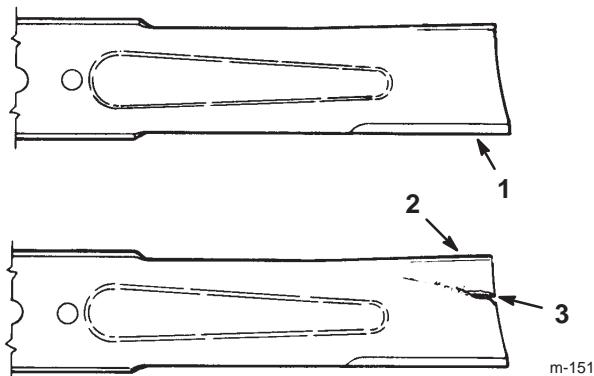

Figure 28
2. Inspectez les tranchants de la lame (Fig. 28). Si elle n'est pas tranchante ou si elle présente des indentations, déposez et aiguisez la lame (voir Aiguisez de la lame, page 31).
3. Inspectez la lame, surtout la partie incurvée (Fig. 28). Remplacez immédiatement toute lame endommagée, usée ou qui présente une entaille (Fig. 28).